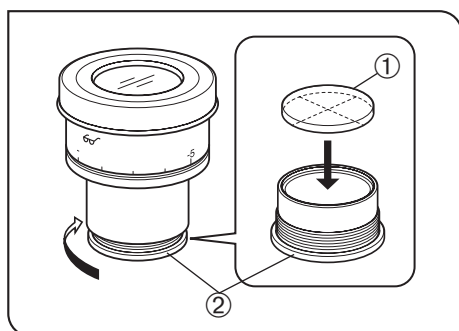

Рис. 26
3 Установка микрометрического диска в окуляр (Рис. 26)
В соответствии с рис. 26, повернув встроенную обойму микрометра ② в направлении стрелки, снимите ее с окуляра и поместите микрометрический диск ① в обойму так, чтобы поверхность с маркировкой модели была обращена вниз.